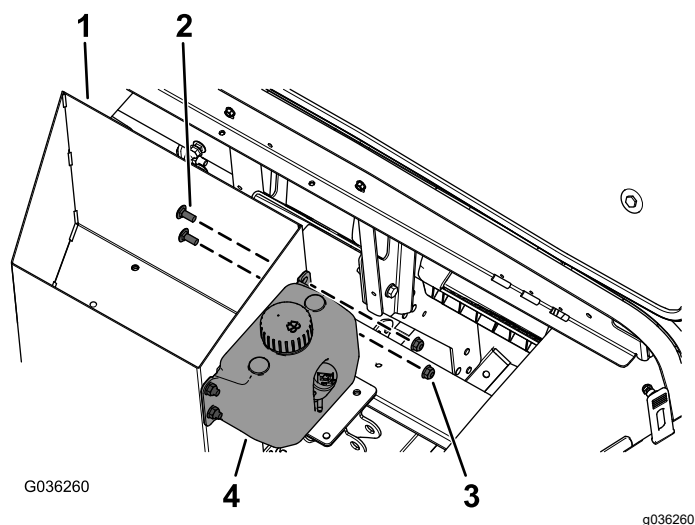

Рисунок 1
1. Установите бачок омывателя на вещевой отсек с помощью 4 винтов с фланцевой головкой (1/4 x 5/8 дюймов) и 4 контргаек (1/4 дюйма), как показано на Рисунок 1.